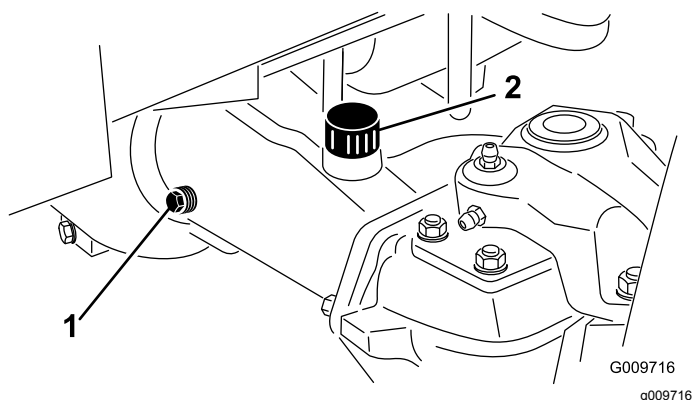

Figure 68
- Enlevez un bouchon de contrôle à une extrémité du pont arrière (Figure 68) et vérifiez que le lubrifiant atteint la base de l'orifice.
- Si le niveau est trop bas, enlevez le bouchon de remplissage (Figure 68) et ajoutez une quantité suffisante de lubrifiant pour amener le niveau au bas des orifices de contrôle.